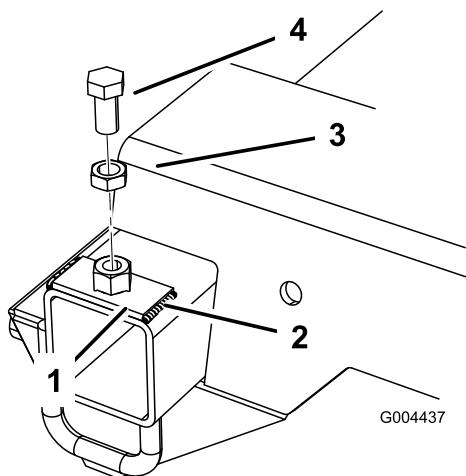

Bild 5
4. Schweißen Sie die neue Platte an den Rahmen; an der rechten und linken Seite der Platte sollte eine Kehlnaht von 6,4 mm (1/4") sein (Bild 5). Nehmen Sie die Schraube und Klemmmutter ab, wenn sie abgekühlt sind.